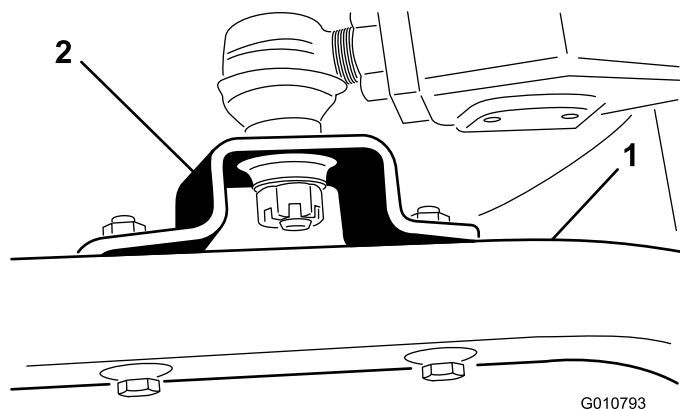

Figura 19
4. Retire los tornillos de caperuza y las contratueras que sujetan los soportes de las articulaciones esféricas a los brazos de las ruedas giratorias de la unidad de corte (Figura 19).
4. Mueva la palanca de elevación a la posición Flotar. Empuje los brazos de empuje hacia abajo con cuidado, hasta que los taladros de montaje de las articulaciones esféricas queden alineados con los taladros de los brazos de las ruedas giratorias (Figura 19).